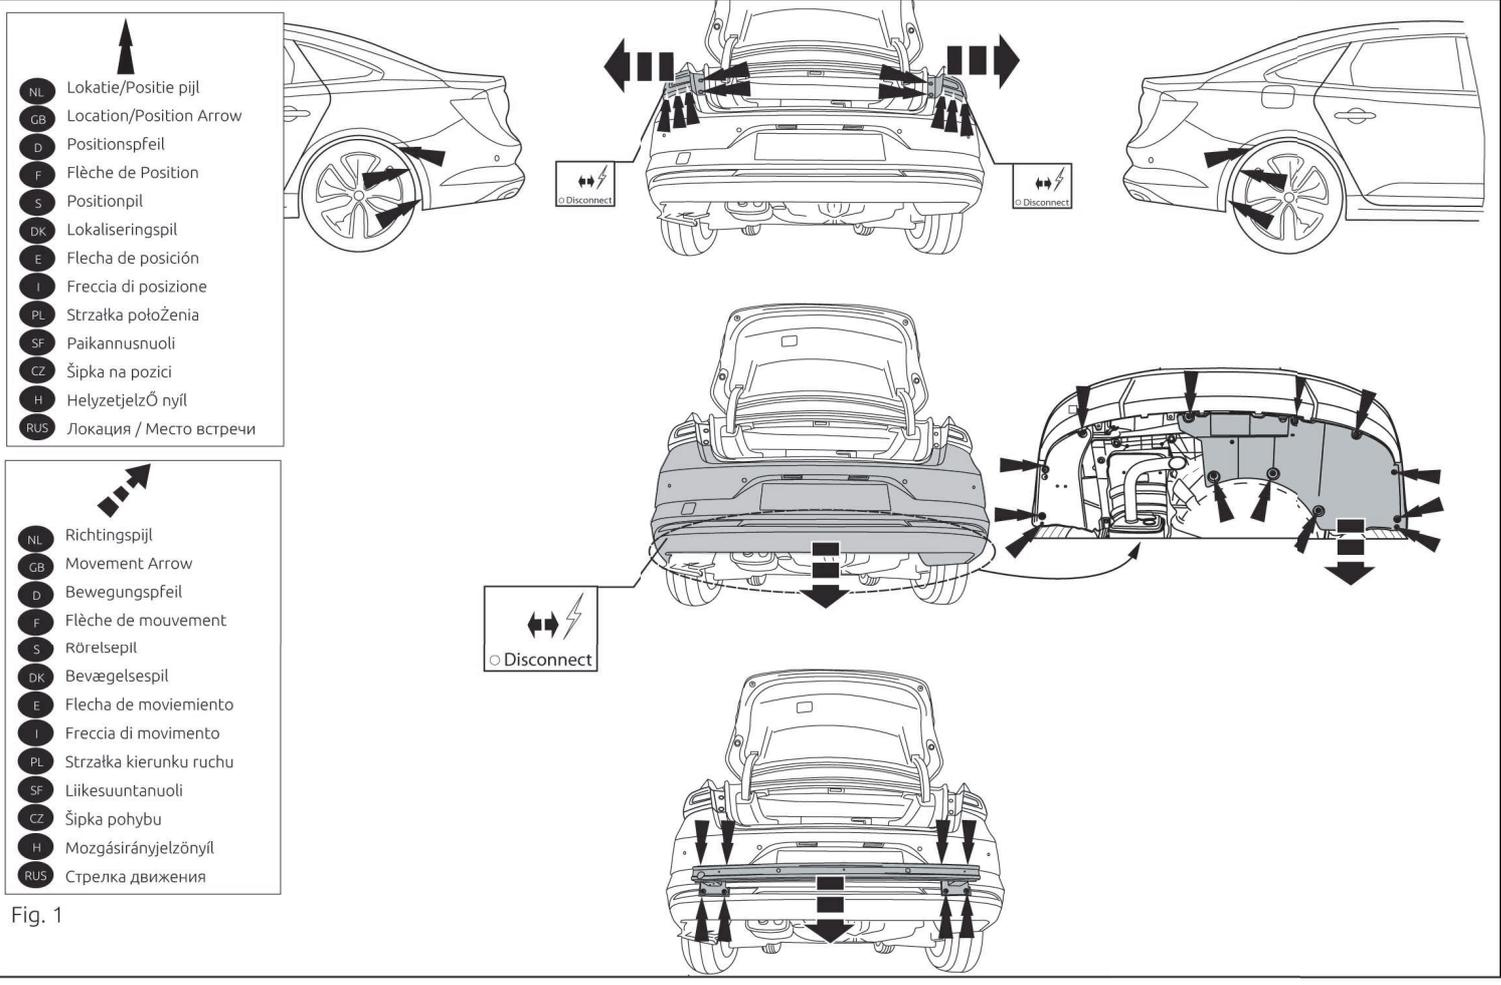

Fig. 1
1. Démonter les feux arrière. Déposer le pare-chocs du véhicule y compris la traverse en acier. Voir la figure 1.